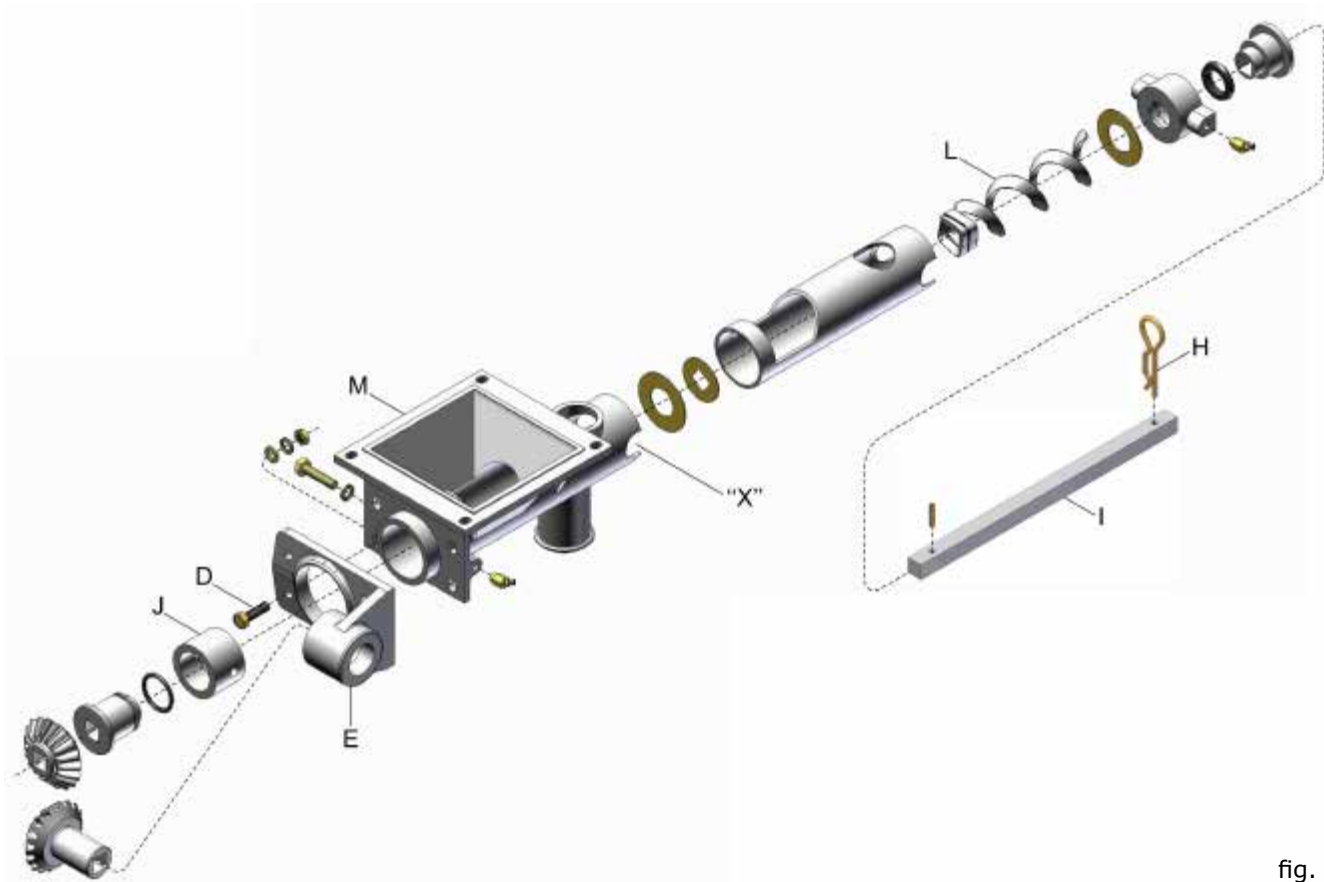

fig. 45
- 1- Afrouxe os parafusos (D) (fig. 45), que fixam a base das engrenagens (E) liberando-a;
- 2- Retire o contrapino (H) e o eixo (I) no sentido do pino elástico que não precisará ser desmontado;
- 3- Retire a bucha (J) e a mola sem-fim (L) pela extremidade ("X") da estrutura (M);